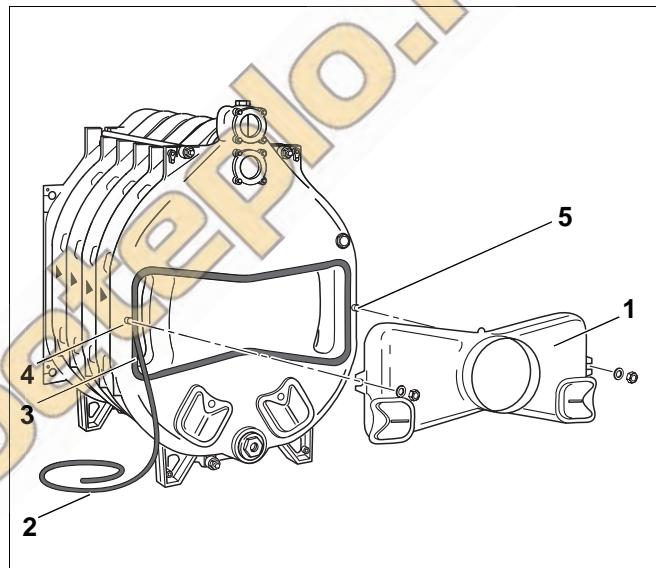

Рис. 24 Установка сборного коллектора дымовых газов
Для уплотнения соединения между котлом и сборным коллектором дымовых газов (рис. 24, поз. 1) используется КМ-шнур (рис. 24, поз. 2).
Уплотнительный шнур должен быть так расположен в пазу, чтобы место стыка находилось на боковой части паза (рис. 24, поз. 3).
- Сборный коллектор дымовых газов надеть на обе шпильки, находящиеся на задней секции котла (рис. 24, поз. 4 и 5), установить шайбы и закрепить гайками.